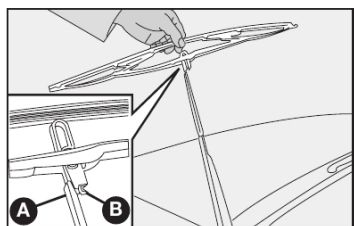

fig. 14
Substituição das palhetas do limpador do para-brisa - fig. 14
2) Tirar a palheta apertando a trava B-fig. 14 na haste A e simultaneamente empurrando-a para baixo; a seguir, desengatar a palheta da haste A;